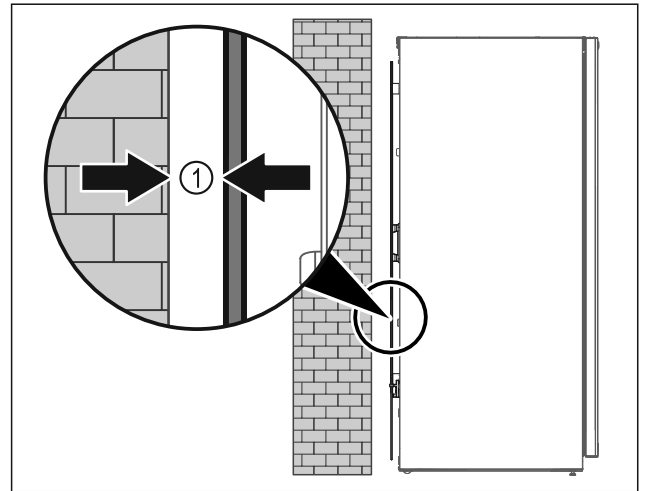

Fig. 8
- ▶ Τοποθετήστε τη συσκευή είτε ελεύθερη στον χώρο είτε απευθείας σε έναν τοίχο σε ελάχιστη απόσταση 5 mm Fig. 8 (1).